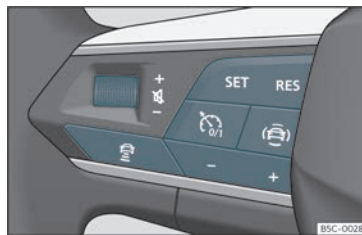

Fig. 161 No volante multifunções: botões para utilizar o ACC
O seu veículo dispõe de ACC se dispõe do menu de configuração no sistema Infotainment >>> **Página 93**, e se dispõe dos botões próprios da função ACC no volante multifunções >>> **Fig. 161**.
- Para começar a regulação pressione o botão **SET**»» Fig. 161.
Para programar a velocidade pressione os botões **+** ou **-** » **Fig. 161** até à velocidade pretendida. O ajuste de velocidade realiza-se em intervalos de 10 km/h (5 mph).
- Pressione o botão e, em seguida, o botão **+** ou **-** » **Fig. 161**.